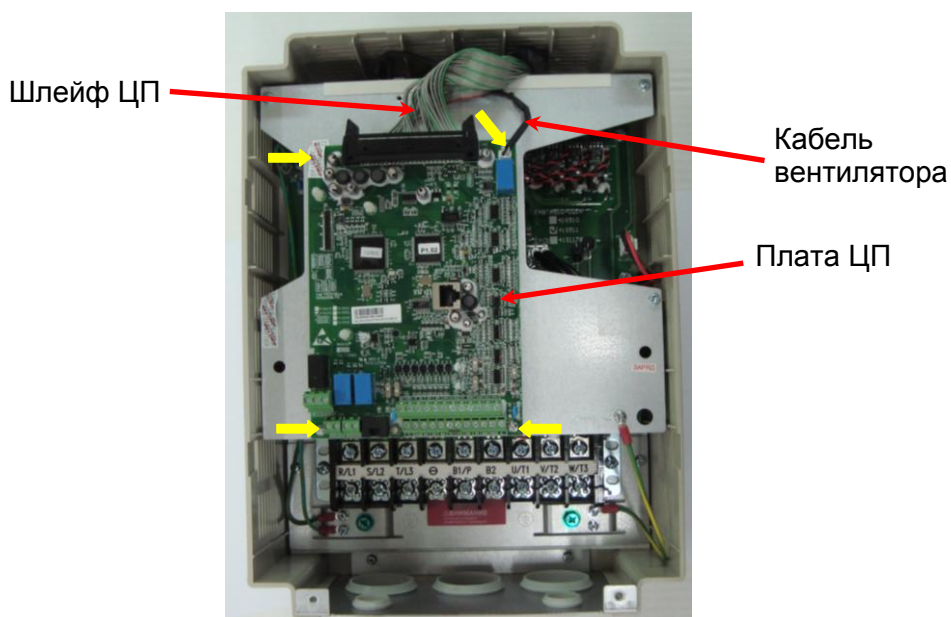

Рис. 6.6
6.3.1. Отсоединить разъем шлейфа ЦП и кабеля вентилятора (рис. 6.6).
6.3.2. Выкрутить четыре винта (желтые стрелки, рис.6.6), демонтировать плату ЦП, положить плату и винты в тару.